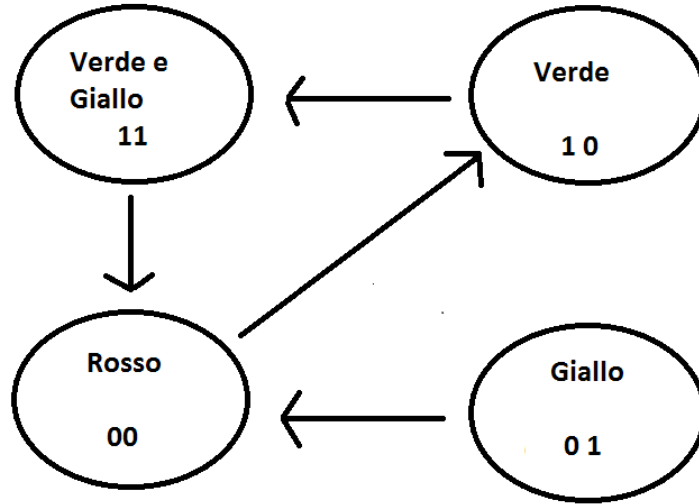

Figura 1: Diagramma dello stato Enabled. Le transizioni avvengono aad ogni colpo di clock
Per realizzare il solo stato enabled abbiamo optato per una macchina di Moore non essendoci alcun tipo di input. In figura 1 abbiamo disegnato le transizioni e la codifica dei vari stati. Abbiamo deciso di usare solo 2 FF in quanto due bit erano sufficienti per codificare i tre stati richiesti. Indicheremo SEMPRE (anche nei punti successivi della relazione) Q_1 il bit pi significativo, mentre Q_0 sarmpre il bit meno significativo della codifica. Abbiamo codificato gli stati in modo che i Led verde e giallo siano pilotati da due bit distinti, rispettivamente Q_1 e Q_0 nel nostro caso. In questo modo ci sar facile in seguito poter far lampeggiare il solo Led giallo. Abbiamo deciso di codificare lo stato rimanente (10) come lo stato in cui il solo Led giallo cesa. Tale stato compare nel circuito solo nella eventualit cui i FF si accendano in questo stato. Salvo in questo caso, 01 non compare pi nei cicli successivi. Le tabelle di transizione sono riportate in tabella ??.